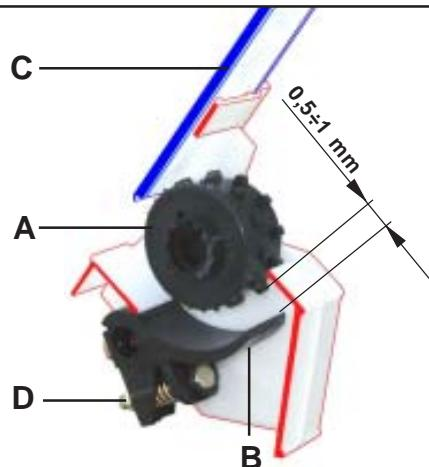
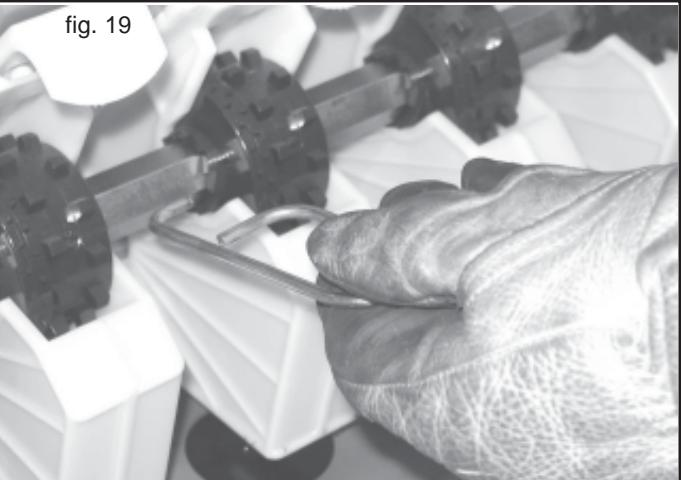
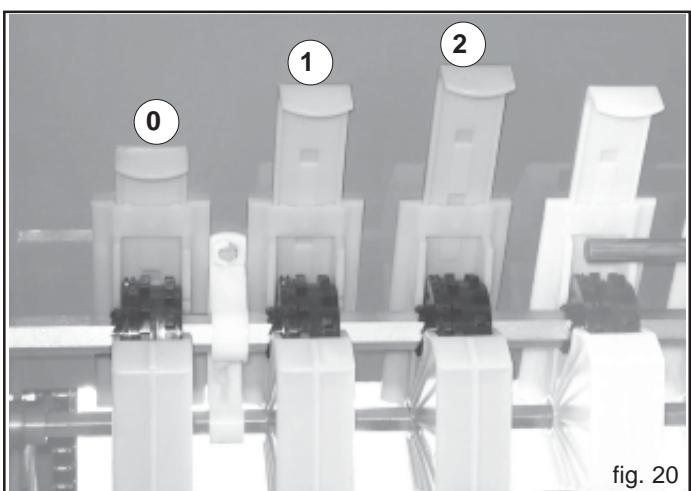

fig. 18
fig. 19
fig. 20
Der Einstellhebel der Taster (Abb. 17) ist auf der linken Seite der Maschine angeordnet und wirkt auf einer Stufenskala mit 0 bis 9 Stellungen. Je nach verwendetem Samentyp muß der Hebel auf der Basis der der Saatgutabelle entnommenen Zahl positioniert werden. Befinden sich die Abtaster (B Abb. 18) in der richtigen Position, so gewährleisten Sie eine kontinuierliche und konstante Verteilung des Saatguts.
Für eine optimale Saatgutaussaat ist regelmäßig die Position der Abtaster (B) zu kontrollieren: der Abstand zwischen dem Taster und der Särolle (A) wird durch eine Mutter (D) bis $0,5 \div 1$ mm (Abb. 18).
Je nach Saatgut muß vor der Aussaat der geeignete Särolle (A Abb. 18) gewählt werden. Die Maschine ist mit Rollen für kleine, mittelgroße und große Samen ausgestattet. Die Säapparatzolle wird unter Beachtung der in der Tabelle 4 (Seite 68) aufgeführten Anleitungen ausgewählt. Zur Auswahl der Rolle mit kleinen Zähnen muß der mitgelieferte Schlüssel (Abb. 19) in das Loch auf der linken Seite der Rolle eingesetzt werden und die Schubsperrung muß nach außen gedrückt werden. Um die Rolle wieder in die Anfangsstellung zurückzubringen, entgegengesetzt vorgehen.
Die Blätter zum Verschluß (C Fig. 18) der Samenausgangsstutzen des Trichters haben **drei Einstell-positionen** (Abb. 20).